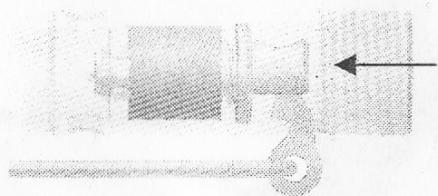

Рис. 11 ←
7. Протолкнуть узел сепаратора вовнутрь ствола до отказа (рис. 11).